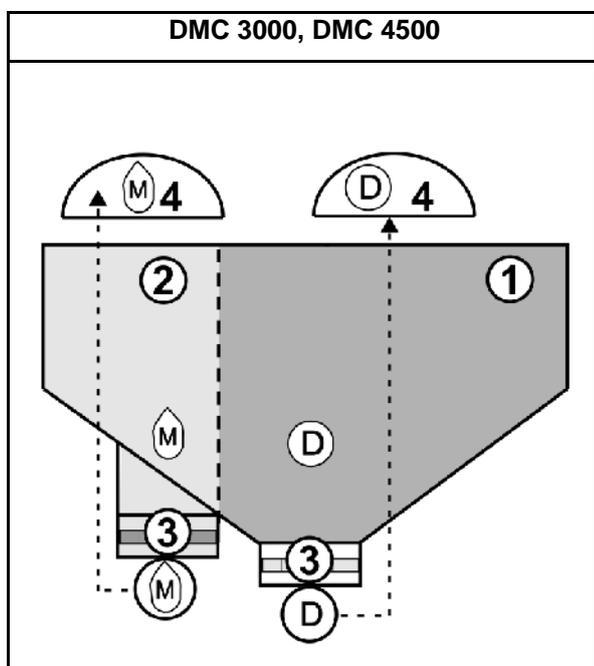
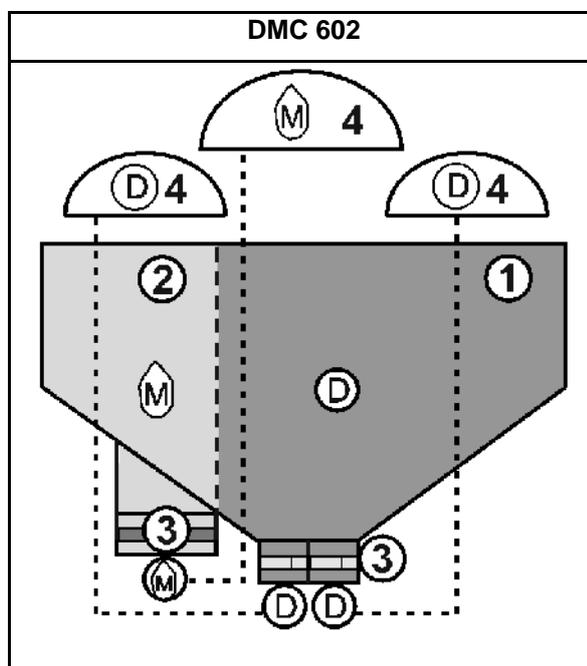

Fig. 32
Fig. 33
- Équiper le doseur avec les tambours de dosage correspondants pour le maïs et l'engrais (Fig. 32/3, Fig. 33/3).
- En fonction de l'écart entre les rangées souhaité, certaines sorties doivent être fermées sur tous les distributeurs (Fig. 32/4, Fig. 33/4).